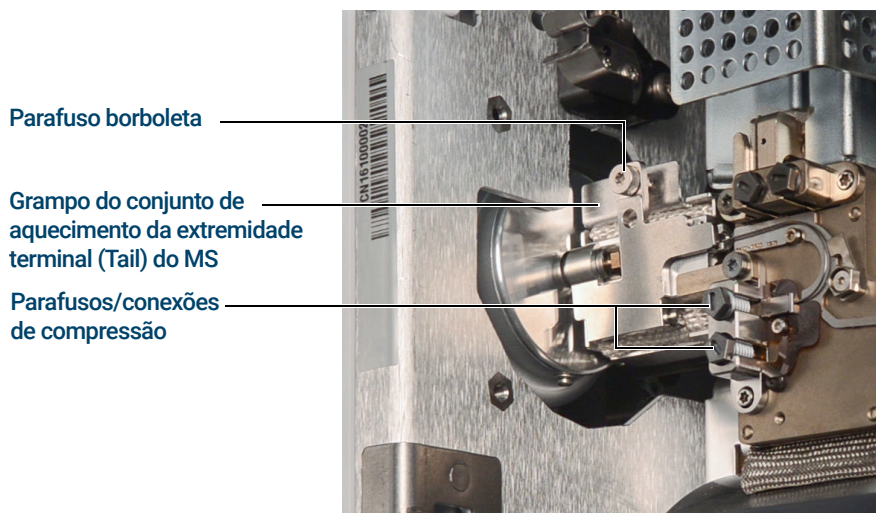

Figura 14. Grampo do conjunto de aquecimento da extremidade terminal (Tail) do MS fechado
- 9 Usando a chave de torque Intuvo, remova o parafuso/conexão de compressão que prende a conexão clicar e executar do conjunto (Bus) da extremidade terminal (Tail) do GC/MS 9000. Remova também o parafuso da conexão do conjunto (Bus) vazia. (Consulte **Figura 14.**)